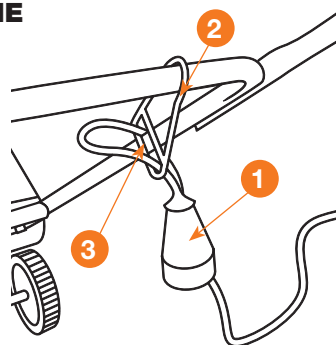

Рис. 19
- Для этого, проденьте шнур **1** в петлю зажима **2** и зафиксируйте его, зацепив за крючок **3** (Рис. 19).